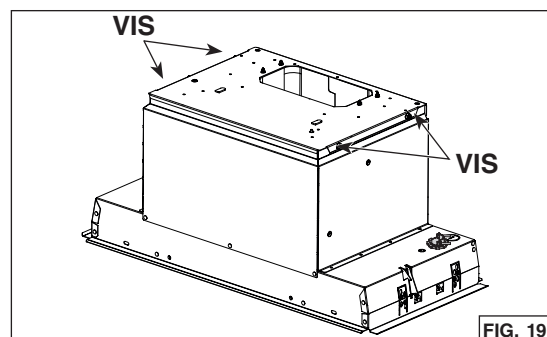

FIG. 19
6. Retirer les 4 vis (2 par côté) retenant la plaque de support du ventilateur au dessus de la hotte (FIG. 19). Soulever soigneusement cette plaque avec le ventilateur et la mettre de côté. La plaque avec le ventilateur sera réinstallée plus tard dans l'appareil.